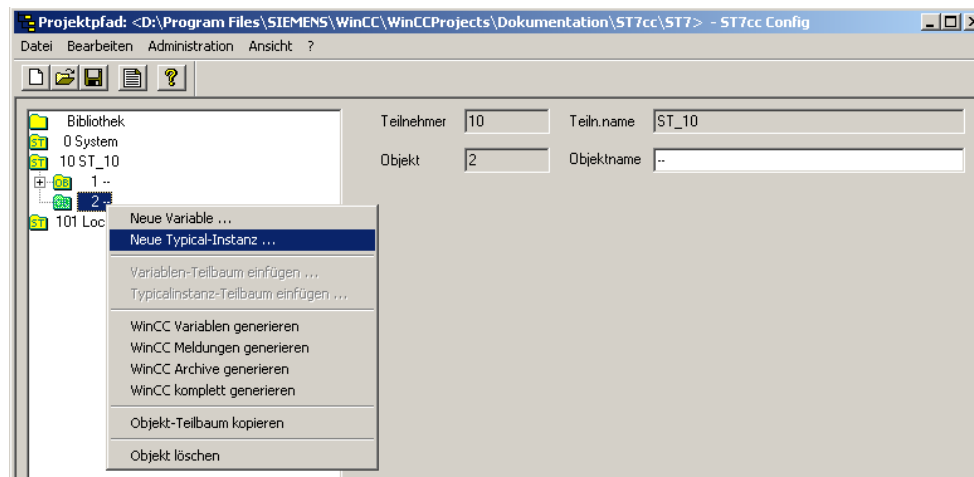

Bild 4-48 Fenster *ST7cc Config*
1. Selektieren Sie mit der rechten Maustaste die Dekodierung, die Sie bearbeiten möchten, und öffnen Sie das Auswahlménü (siehe Bild 4-48).